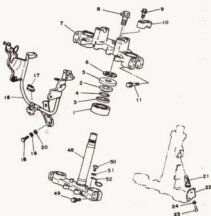

Bild 179
- 11 Schraube M 14x1,25, 58 Nm (vergleiche Teil 8 in Bild 179)
zum Kegelrollenlager bei Ausführung ab 1985: Das in Bild 179 mit Teilenummer 1 dargestellte Kegelrollenlager besteht aus drei Teilen:
Alle Einstellmassnahmen wie vorher beschrieben. YAMAHA schreibt für die Einstellmutter 6 in Bild 179 ein maximales Anzugsdrehmoment von 38 Nm vor.